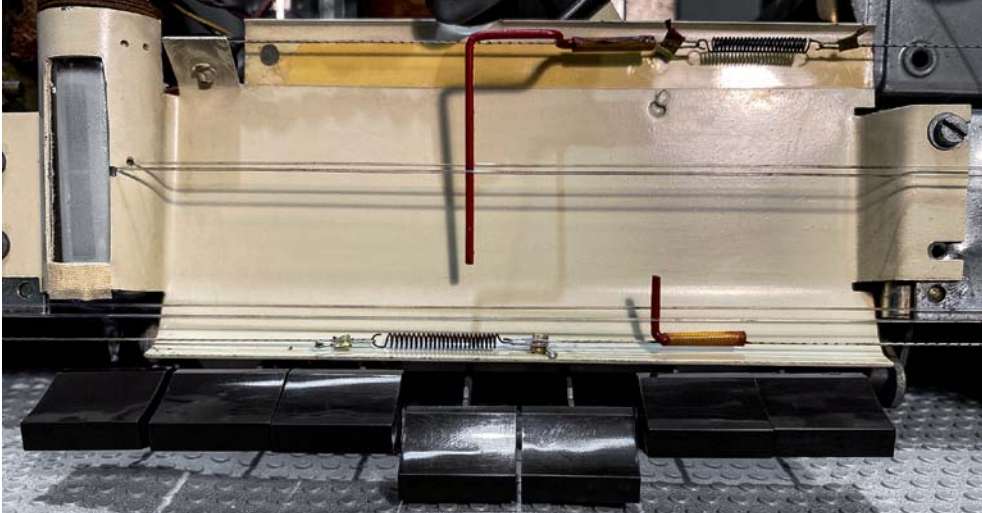

Bild 3: Wählen Sie den TA-Eingang durch gleichzeitiges Drücken der Tasten LW und KW.
- b) Drücken Sie die Tasten LW und KW auf der Vorderseite. Dadurch wird der externe Audioeingang aktiviert. Es sind die vierte und fünfte Taste von links (Bild 3).